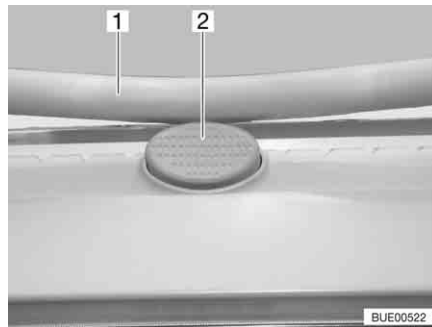

Fig. 76 Bottone di sicurezza sull'oblò Heki
- Premere il bottone di sicurezza (Fig. 76,2) e tirare verso il basso la staffa (Fig. 76,1) con entrambe le mani.
- Premere la staffa verso l'alto con ambedue le mani, finché la staffa non poggia al di sopra del bottone di sicurezza (Fig. 76,2).